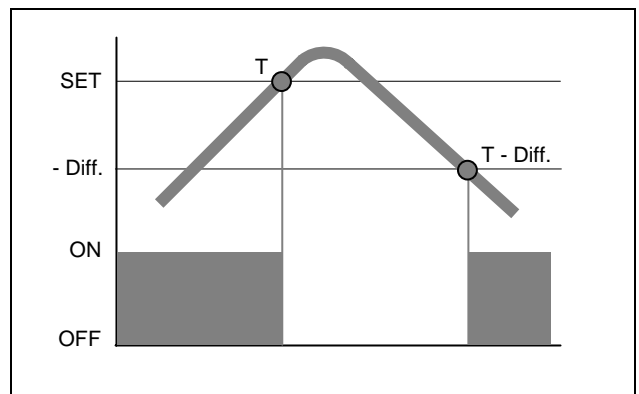

Figura 30 – PRINCIPIO DI FUNZIONAMENTO IN MODALITA' Tamb/TEst IN RISCALDAMENTO
In funzionamento in riscaldamento (vedi Figura 30), le unità si avviano sino al raggiungimento del valore di temperatura programmato (T); al raggiungimento del valore di temperatura ambiente programmato (T), l'impianto viene spento e viene riacceso se successivamente viene raggiunto il valore di temperatura ambiente programmato – il valore del differenziale impostato (T-Diff).